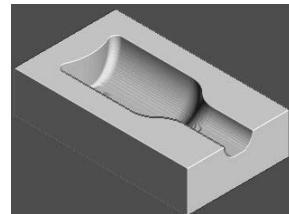

图 5-126 仿真加工结果 1
2) 在“仿真”工具栏的“当前刀具路径”下拉列表中选择要模拟的刀具路径 rough，然后单击“执行”按钮，系统开始自动仿真加工，仿真加工结果如图 5-126 所示。